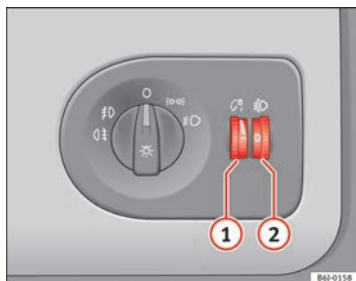

Fig. 55 Planche de bord : régulateurs d'éclairage des cadrans et commandes et du site des projecteurs
Lorsque l'éclairage est mis, la luminosité du rhéostat d'éclairage des cadrans et des commandes peut toujours être réglée en tournant la molette ⇒ fig. 55 ①.